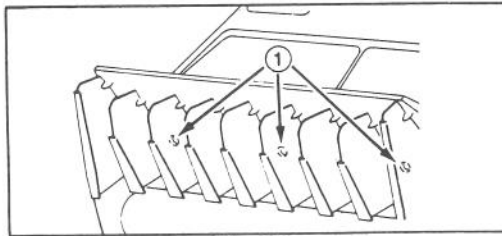

Fig. 11
REEMPLACEMENT DE LA BOUGIE D'ALLUMAGE (Fig. 11, 12 et 13)
1. ENLEVEMENT DE LA GARDE — Enlevez les trois vis à l'avant du logement (Fig. 11) et les deux vis auto-taraudeuses qui attachent les deux côtés de la garde supérieure (Fig. 2). Enlevez le bouchon du réservoir d'essence et retirez la garde de la déneigeuse. Rebouchez le réservoir d'essence.